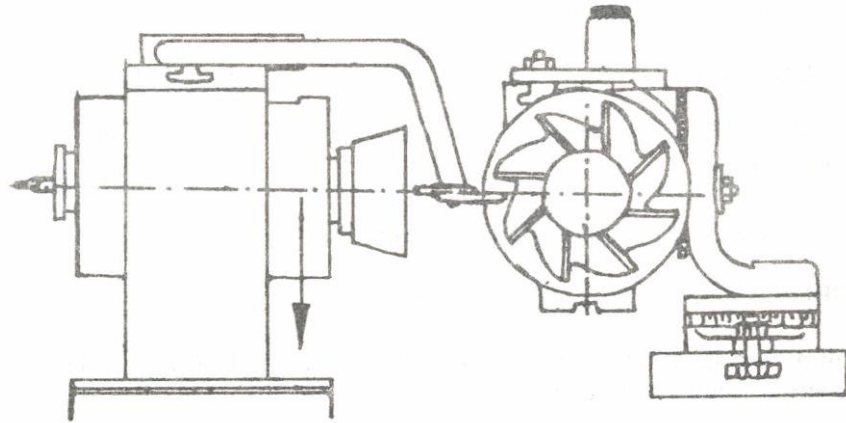

Fig.47
- a. Coloque el indicador de centros sobre el cabezal porta muela y haga coincidir la lámina del indicador con el centro de la herramienta desplazando verticalmente el cabezal porta muela (Fig. 47).